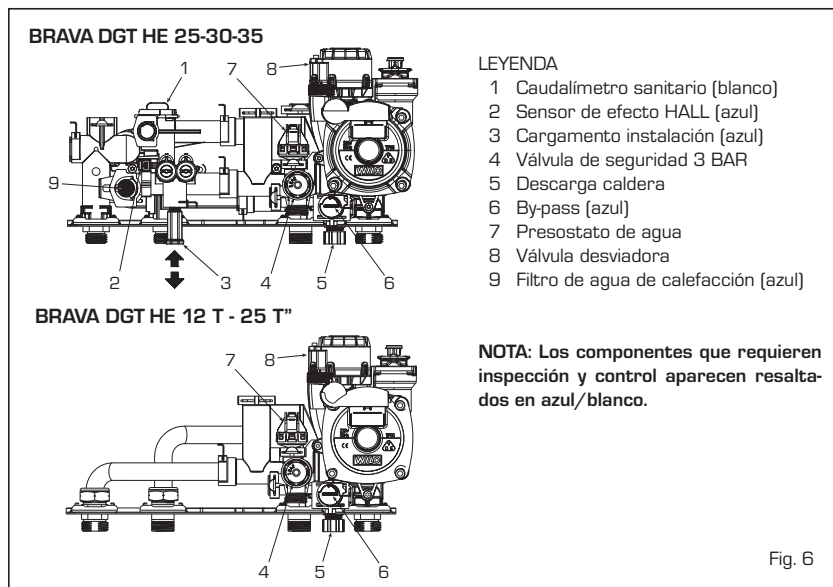

Fig. 6
2.4 RELLENADO Y VACIADO DE LA INSTALACION (fig. 6)
se efectúa en la carga telescópica (3 fig. 6). La presión de carga con la instalación fría debe ser de **1-1,2 bar**. Para vaciar la instalación apague la caldera y accione en la descarga apropiada (5 fig. 6).